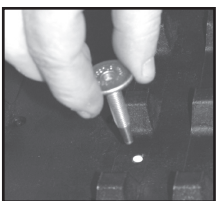

Figure 1
1. Enfoncez le crampon dans le trou à partir de l’intérieur de la chenille. (figure 1)